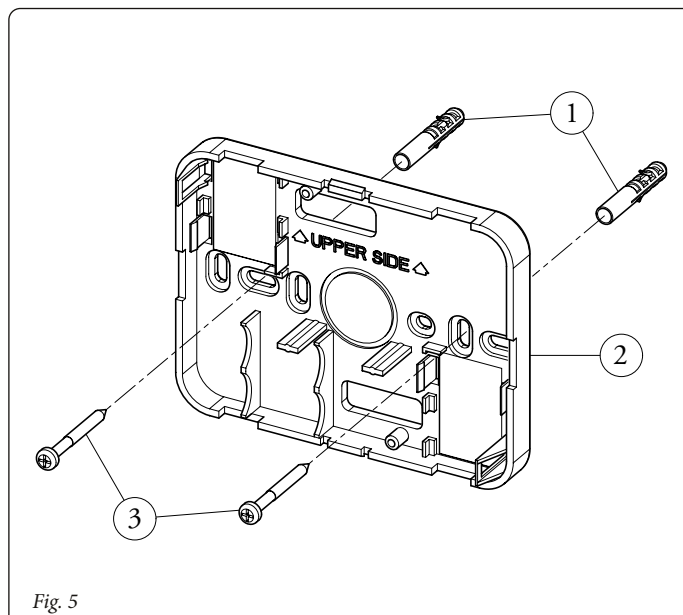

Fig. 5
3) Installare il supporto della sonda ambiente wireless (2) fissandolo alla parete oppure su una scatola da incasso tramite i tasselli ad espansione (1) e le viti in dotazione (3) (Fig. 5).
3) Install the wireless room probe support (2) fixing it to the wall or onto a recessed box using the expansion anchors (1) and the supplied screws (3) (Fig. 5).